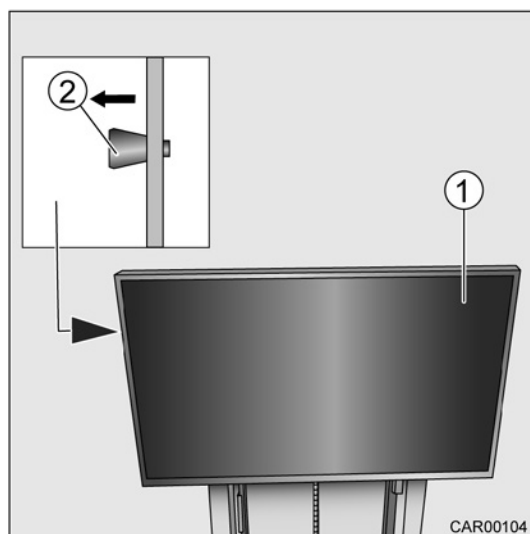

Fig. 158 Pivoter le téléviseur
1. Tirer la poignée (Fig. 158/2) vers la gauche jusqu'à ce que le téléviseur (Fig. 158/1) est déverrouillé.